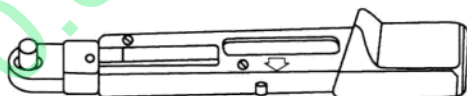

图 5-2-8 力矩扳手 V. A. G 1410
(1) 需要用到的专用工具、检测仪器以及辅助工具有力矩扳手 V. A. G 1410, 如图 5-2-8 所示。